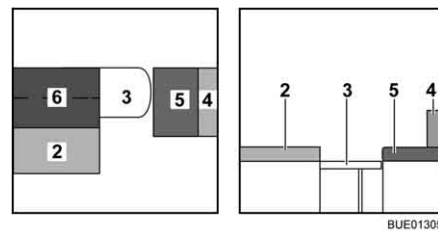

Fig. 132 Durante la trasformazione
- Aprire il cuscino aggiuntivo (Fig. 132,6) e collocarlo sul tavolo.